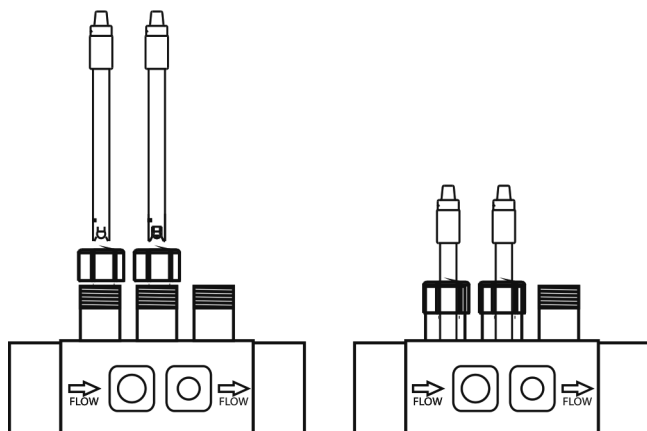

Abb. 12
1. Die mit dem Gerät gelieferten pH- und ORP Sensor in die entsprechenden Sensorträgerlagerungen einsetzen. (Abb. 12)